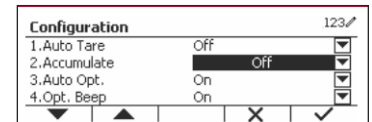

Figure 52
2. Sélectionnez l'élément de la liste et appuyez sur le bouton multifonction correspondant à l'icône pour modifier les paramètres. (Voir Figure 52)